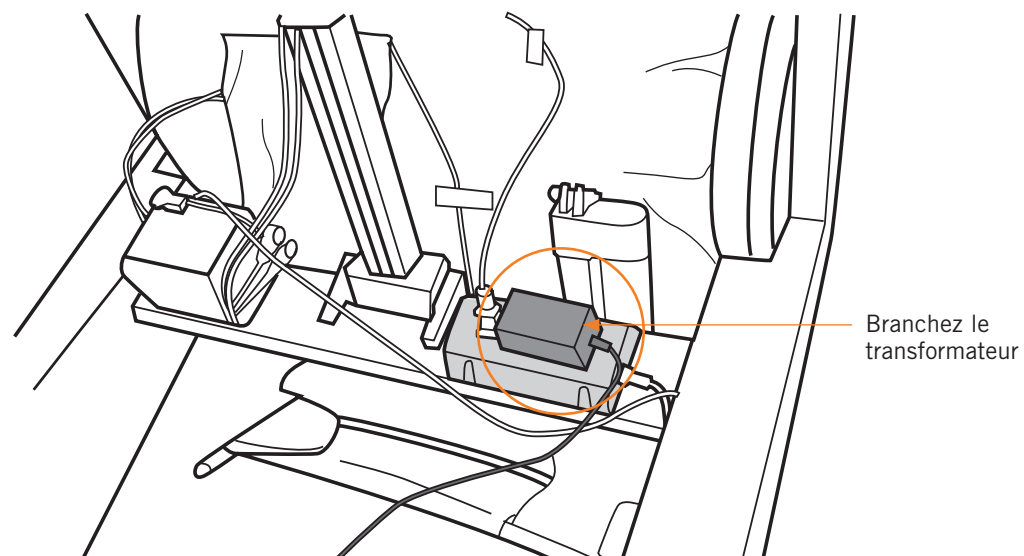

Fig.13
6. Branchez le transformateur dans la multiprise droite (Fig.13).